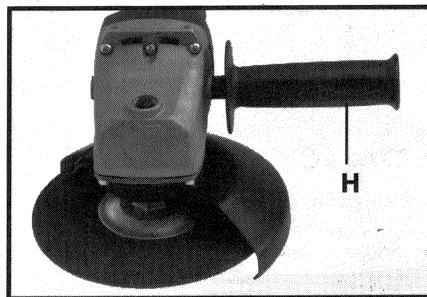

Fig. 2
Con la herramienta se incluye un mango auxiliar (H), Fig. 2, que puede instalarse en cualquier lado de la caja delantera. Este mango debe utilizarse **EN TODO MOMENTO** para mantener el control completo de la máquina.